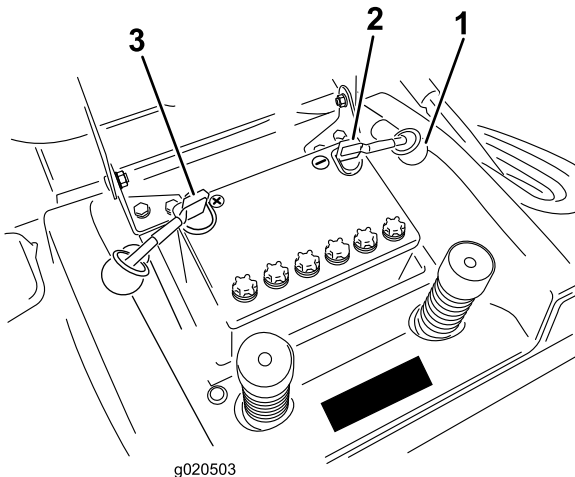

Figura 35
7. Desconecte el cable negativo de tierra (negro) del borne de la batería (Figura 35).
9. Desconecte el cable positivo (rojo) del borne de la batería (Figura 35).
1. Coloque la batería en el chasis con los bornes hacia la parte trasera de la máquina (Figura 35).
3. Usando el perno y la tuerca de mariposa, conecte el cable positivo (rojo) al borne positivo (+) de la batería (Figura 35). Deslice la cubierta de goma sobre el borne de la batería.
4. Usando el perno y la tuerca de mariposa, conecte el cable negativo (negro) al borne negativo (-) de la batería (Figura 35). Deslice la cubierta de goma sobre el borne de la batería.